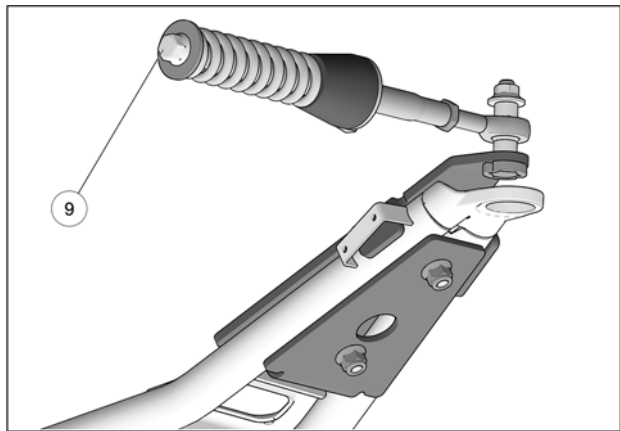

Fig. 19
9. Vérifier que le boulon du ressort (6) est serré au couple recommandé : 75 N•m [55 lb•pi]. Voir Fig. 19